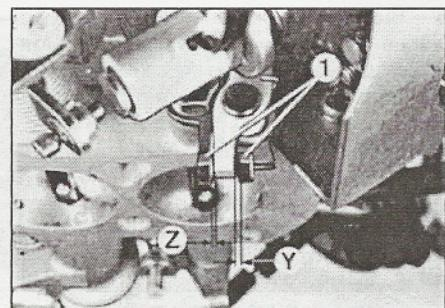

Рис. 4.14 Зазоры дроссельной заслонки вторичной камеры
46 Проверьте зазоры Y и Z вторичной дроссельной заслонки (см. рис. 4.14) В параграфе 4 процедура описана детально.
8. Измерьте зазоры Y и Z в самой узкой точке (рис. 4.14).